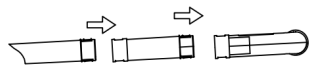

Abb. 5
- Montieren Sie drei Saugrohre wie abgebildet (Abb. 5).